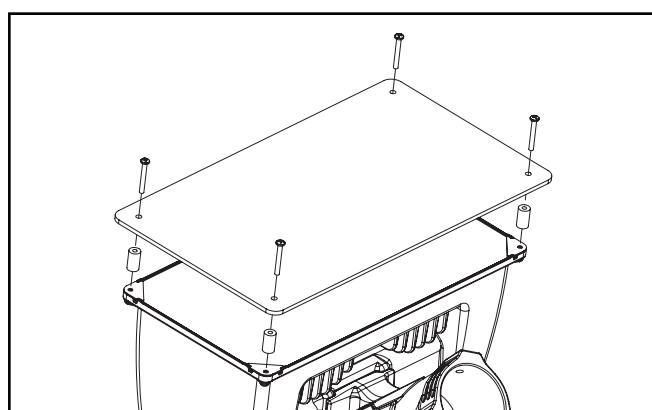

Figure 6.
### Vandal Shield (Figure 6.)
1. Loosen and remove the existing (4) 10-24 Philips head screws on the face of the fixture.
2. Align (4) 7/8" spacers with existing holes.
3. Use (4) 10-24 x 1-1/2" screws to secure vandal shield on top of fixture. See Figure 6.
### Protecteur anti-bris (Figure 6).
1. Desserrez et retirez les quatre (4) vis à tête cruciforme 10-24 situées sur la face du luminaire.
2. Alignez les quatre (4) entretoises de 22,2 mm avec les trous existants.
3. Utilisez les quatre (4) vis 10-24 x 38,1 mm pour fixer fermement le protecteur anti-bris sur le dessus du luminaire. Voir figure 6.